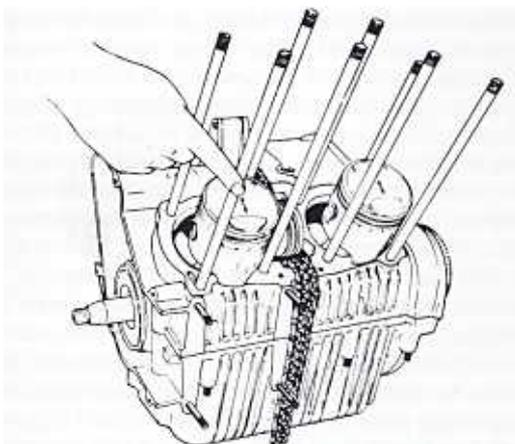

Bild 111
- Nach dem Prüfen der Abnutzung der Pleuelaugenbohrung können die Kolben mit den Pleuelstangen zusammengebaut werden. Dabei muss der Pfeil auf dem Kolbenboden nach vorn zeigen, und die grössere Aussparung für das Einlassventil im Kolbenboden muss hinten liegen (Bild 111).